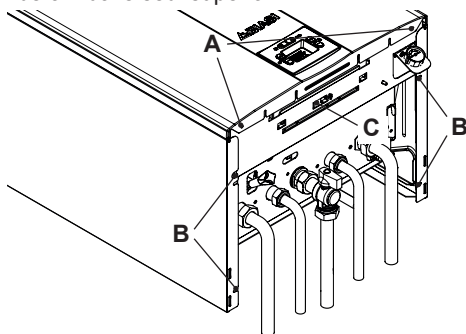
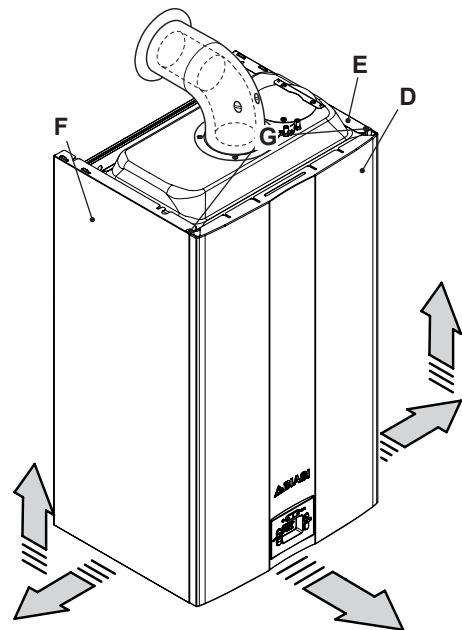

Figura 9.1
Figura 9.2
- Svitare le viti **A** e **G** quindi rimuovere il pannello frontale **D** tirandolo a sé (Figura 9.1 e Figura 9.2).
Allentare le viti **B** in Figura 9.1 e togliere i due
- Svitare la vite **C** in (Figura 9.1).